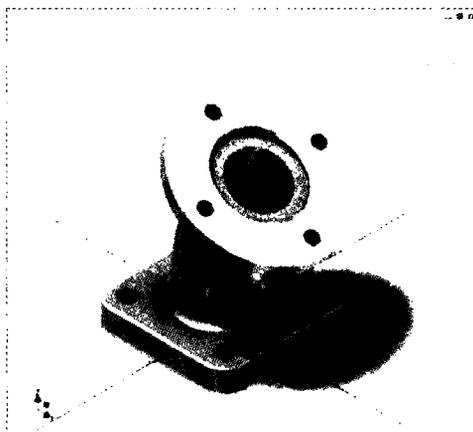

Рис. 1.21. Небольшие изменения в настройках визуализации могут создать драматический эффект
6. Нажмите кнопку **Сохранить**, затем **Заккрыть**. Вы должны получить картинку как на рис. 1.21. Оставьте файл открытым для следующего упражнения.